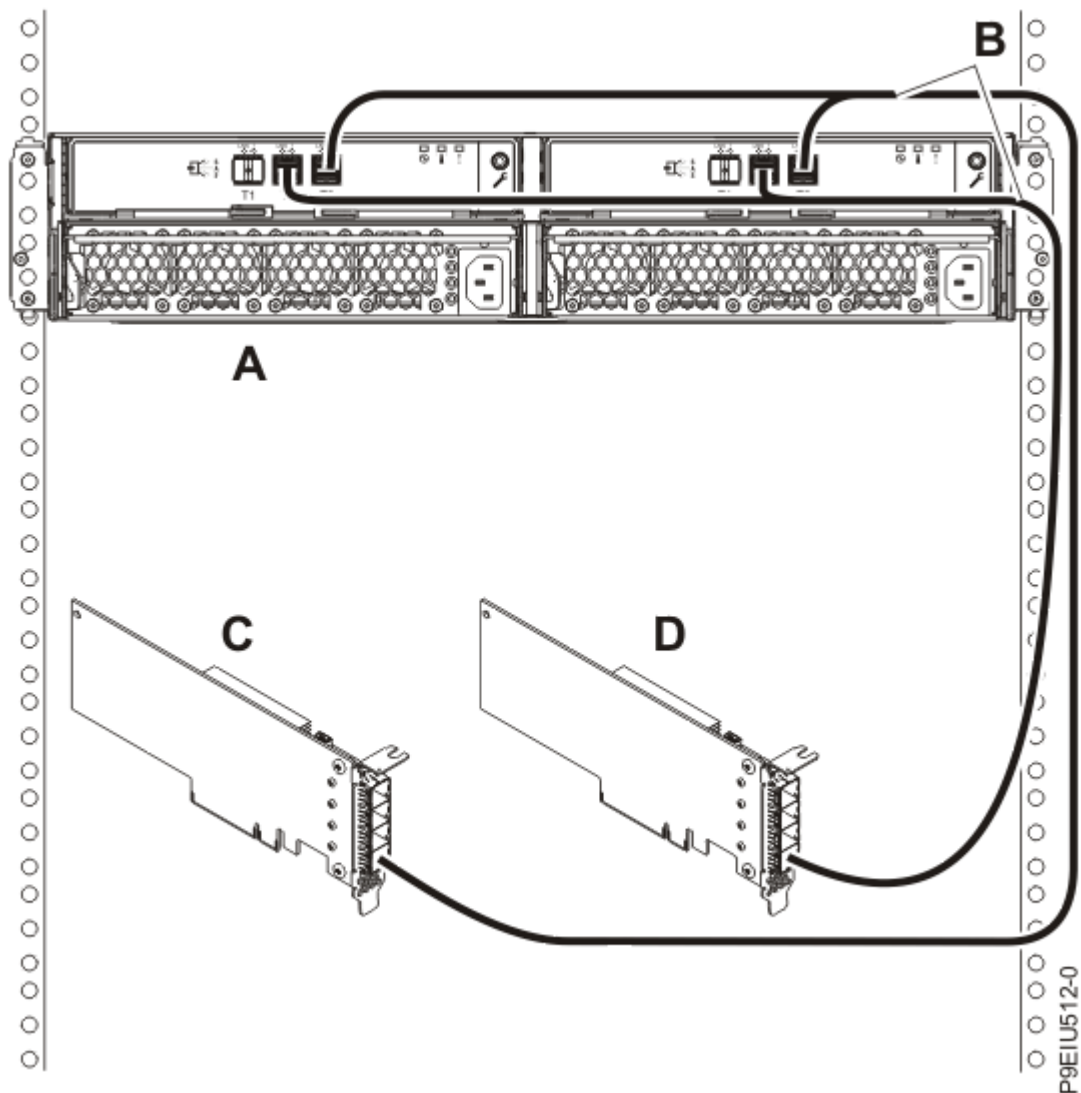

Figure 18 : Connexion de mode 2 d'une armoire de stockage ESLL ou ESLS via des câbles YO12 à deux adaptateurs SAS FC EJ0J, FC EJ0K ou FC EJ0M indépendants
18. Effectuez une connexion de mode 2 d'un boîtier **(A)** via des câbles YO12 **(B)** à deux adaptateurs SAS FC EJ0J, FC EJ0K ou FC EJ0M indépendants **(C et D)**, comme illustré à la Figure 18, à la page 24. Passez ensuite à l'étape «Connexion des câbles et des cordons d'alimentation et installation des capots», à la page 30.